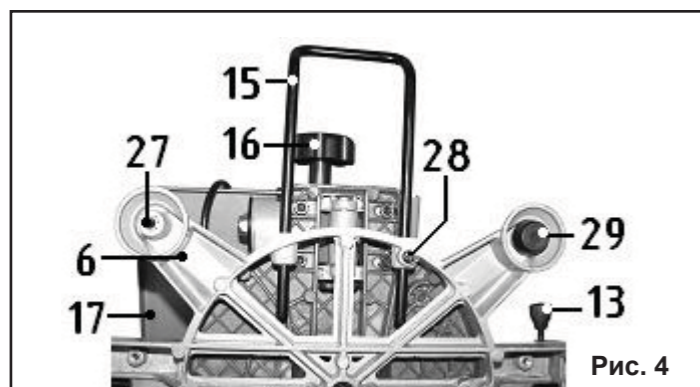

Рис. 4
#### 8.2. Установка заднего упора (Рис.4)
8.2.3. Как показано на (Рис.4), установите заднюю опору
### 8.3. Стационарная установка пилы на верстаке (Рис.4)
8.3.2. Демонтируйте резиновую ножку (29) на основании (6), как показано на (Рис. 4). Слева резиновая ножка (29) демонтирована.